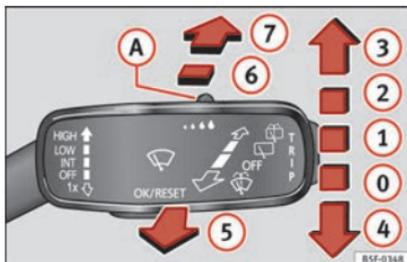

Fig. 138 Alavanca do limpavidros: limpavidros traseiro.
– Pressionar o manípulo para a frente, até à posição ⑥ »» Fig. 138. O limpavidros deve movimentar-se em intervalos de 6 segundos.
– Pressionar o manípulo totalmente para a frente, até à posição ⑦ »» Fig. 138. O limpavidros e o lava-vidros funcionam simultaneamente. Enquanto se mantiver o manípulo nesta posição, o lava-vidros continua a funcionar.